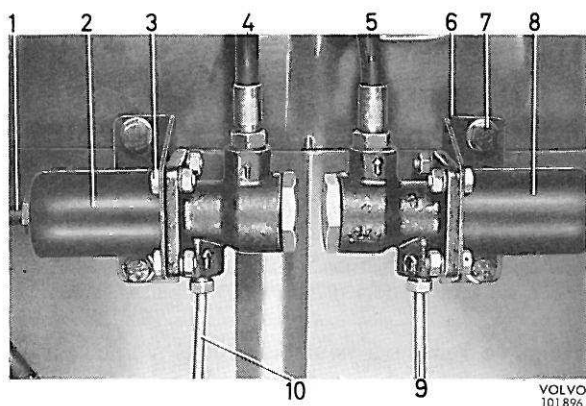
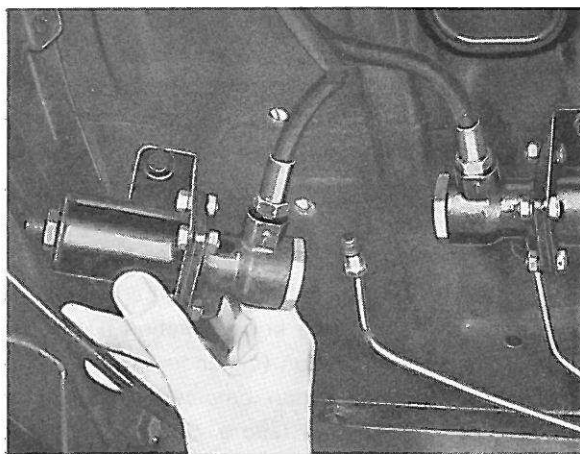

Figure 62. Limiteurs-répartiteurs de freinage en place
Figure 63. Limiteur-répartiteur de freinage en place, nouveau modèle
Les travaux décrits ci-après se rapportent seulement aux limiteurs-répartiteurs d'ancien modèle. Ceux de nouveau modèle ne sont pas réparables et doivent être remplacés en cas de défaut. Enlever le raccord de la conduite (10, figure 62) et boucher l'orifice sur le répartiteur. Desserrer le flexible (4) de 1/4 de tour au maximum. Enlever les vis de fixation et déposer le répartiteur du flexible de frein, voir figure 63.
Revisser le limiteur-répartiteur sur le flexible de frein, figure 63. Reposer le limiteur-répartiteur en place en s'assurant qu'il n'y a pas de tension dans le flexible de frein. Remettre les vis de fixation et reconnecter la conduite reliant le limiteur-répartiteur au maître-cylindre. Bien serrer les raccords. Purger le circuit de freinage.
La vis de réglage (figure 62) n'est pas destinée au réglage dans le sens normal du mot, mais à la régularisation des petites variations de fabrication. Le réglage effectué et soigneusement vérifié lors du premier montage suffit en général pour toute la durée de service du limiteur-répartiteur. **Normalement, il ne faut donc pas modifier la position de la vis de réglage.**